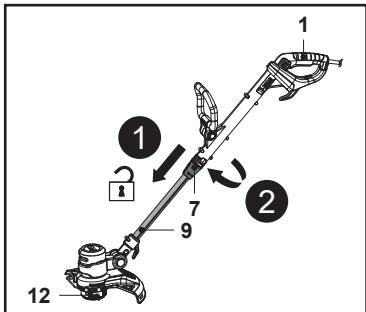

Fig. 6
- Glisează butonul de deblocare (7) în jos și rotește mânerul principal (1) în sens orar ținând în același timp tija inferioară (9) pentru a regla capul de tăiere (12) la un unghi de 90° sau 180° (fig. 6). Eliberează butonul de deblocare (7) și rotește în continuare mânerul principal (1) până se blochează în poziție. Asigură-te că butonul de deblocare (7) se fixează în poziție.